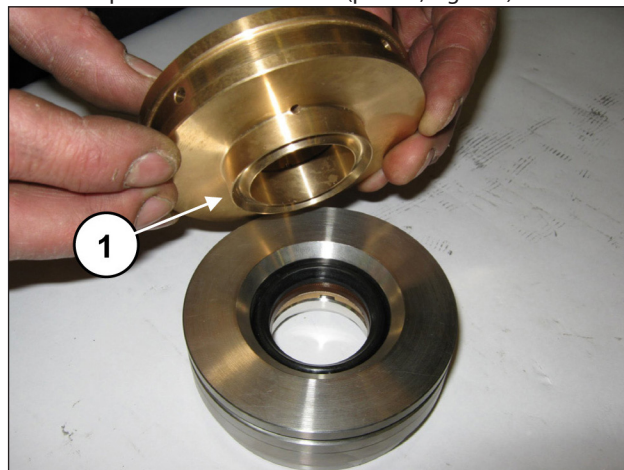

Fig. 179
Junte o suporte do forro à camisa (pos. ①, Fig. 179).